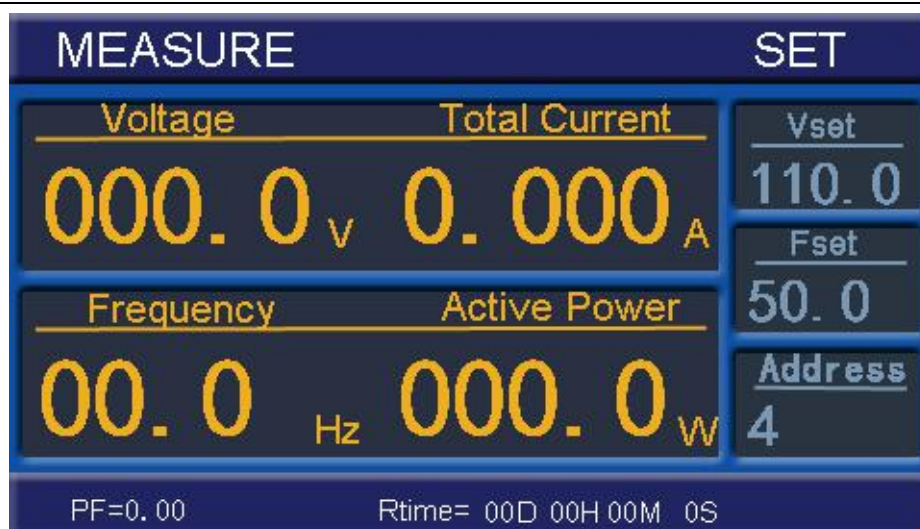

图 6 电源设置状态
5.1.2.2 按 **PRO** 键，进入通讯地址设置状态（如图 6 所示），通过飞梭旋钮，对通讯地址参数值进行设置。参数设置完毕后按 **STOP** 键可返回待机状态。